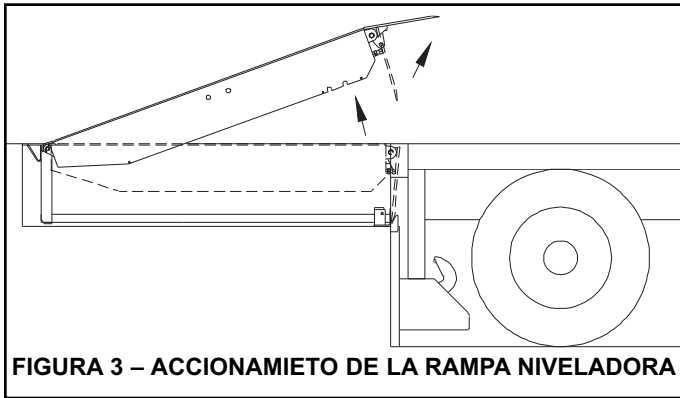

FIGURA 3 – ACCIONAMIENTO DE LA RAMPA NIVELADORA
1. Para activar el nivelador presione y detenga el botón LEVANTAR (RAISE) hasta que la niveladora este totalmente elevada y el labio se extendiendo por completo. Vea la figura 3.
1. Para activar el nivelador presione y detenga el botón LEVANTAR (RAISE) hasta que el nivelador este completamente levantado y el labio se extienda. Vea la figura 3.